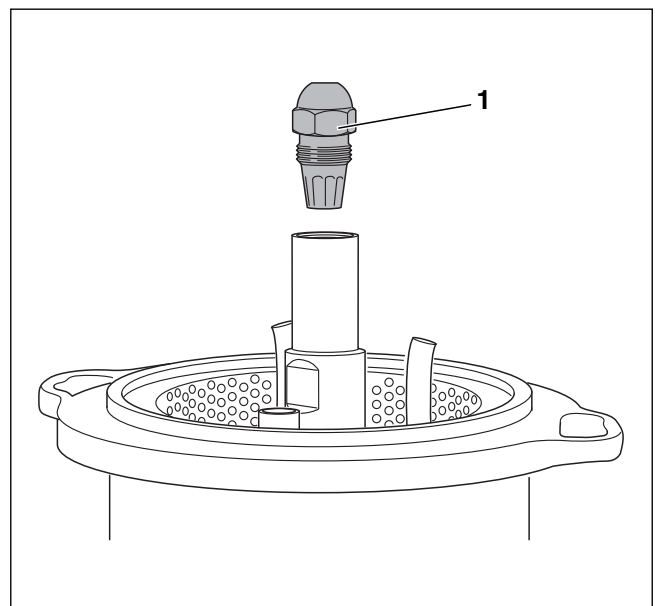

Bild 48 Düse demontieren
- ▶ Düse (→ Bild 48, [1]) mit zwei Schraubenschlüsseln SW 16 und SW 19 lösen.
- ▶ Düse abschrauben (→ Bild 48, Seite 26).